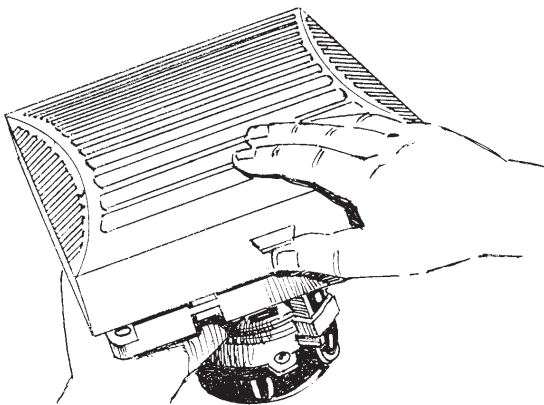

рис. 9
1. Снять крышку с вентилятора (рис. 9)